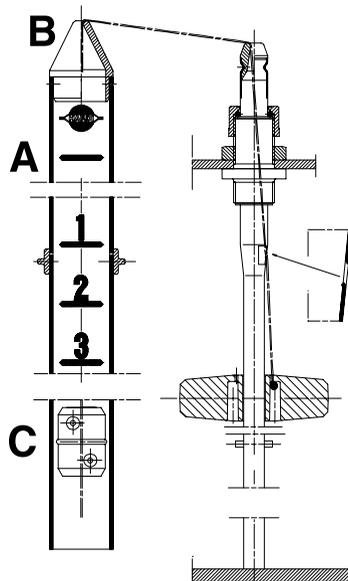

Fig. 23
L'indicateur de niveau devrait être vérifié régulièrement. Quand le réservoir est vide, le flotteur devrait reposer sur la cheville d'arrêt de la tige et le joint torique de l'indicateur devrait être positionné sur la ligne (A) (Fig. 23) de la position supérieure. Si toute déviation est découverte, retirez le bouchon (B) (Fig. 23), desserrez les vis (C) (Fig. 23) et réglez la longueur de la corde.